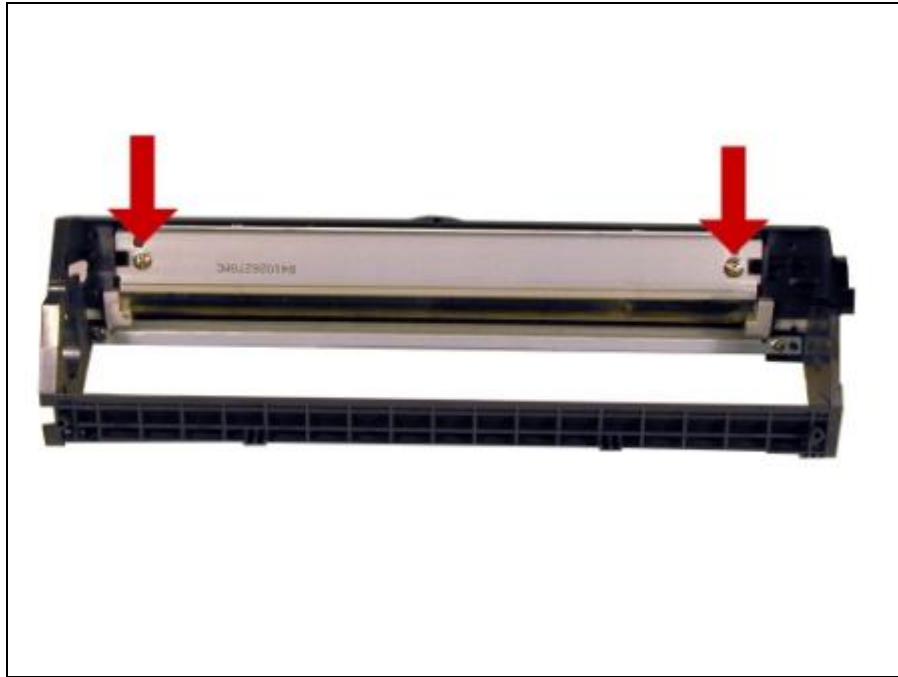

Ilustración 45
36. Sacar los dos tornillos y la cuchilla de limpieza. Ver ilustración 45